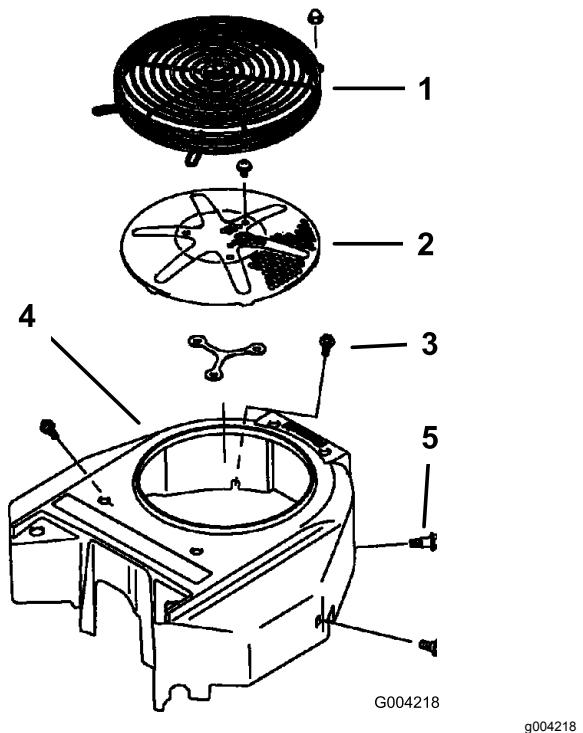

Figura 71
3. Retire la rejilla de entrada de aire, el arrancador de retroceso y la carcasa del ventilador (Figura 71).
5. Instale la rejilla de entrada de aire, el arrancador de retroceso y la carcasa del ventilador (Figura 71).